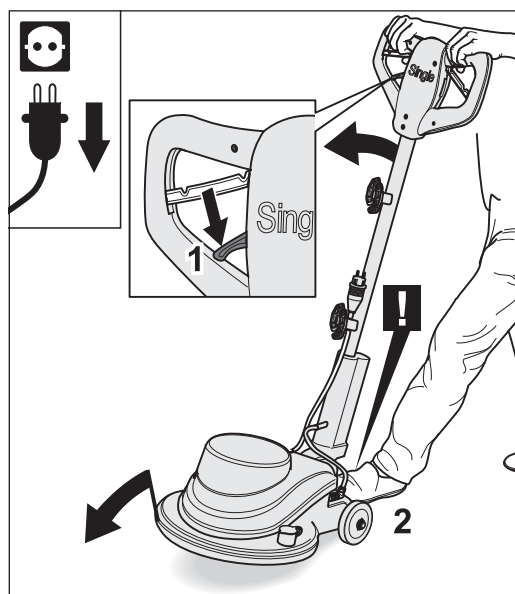

Fig. 6 Inclinação de la máquina hacia delante y sujeción para que no se deslice.
- 7 Incline la máquina cuidadosamente hacia delante por encima de las ruedas, apoyándola sobre el plato portaabrasivos y sujetando la máquina con el pie para que no se deslice (fig. 6).